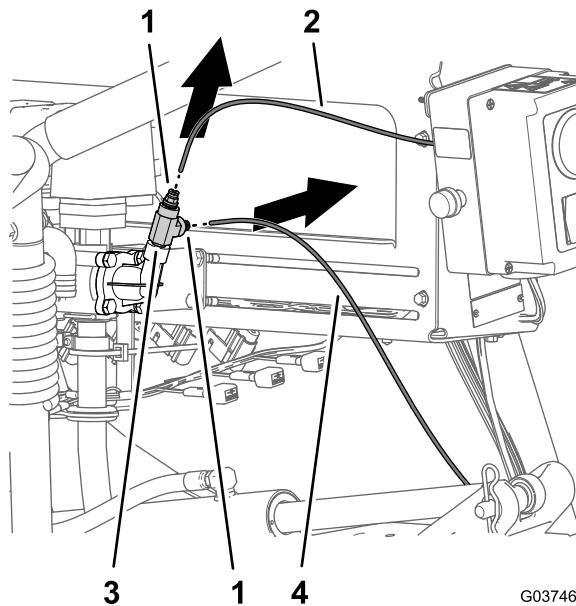
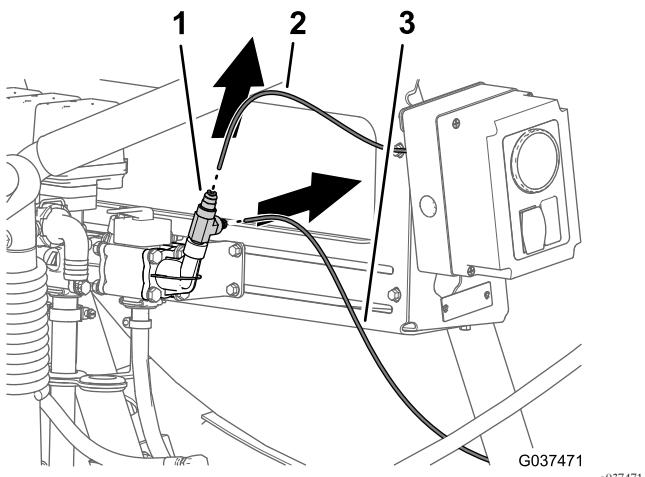

图12
图11
2. 从管道连接器中拉出仪表板仪表压力传感管 图11 或 图12。
3. 从管道连接器中拉出喷枪压力计压力传感管 图11 或 图12。